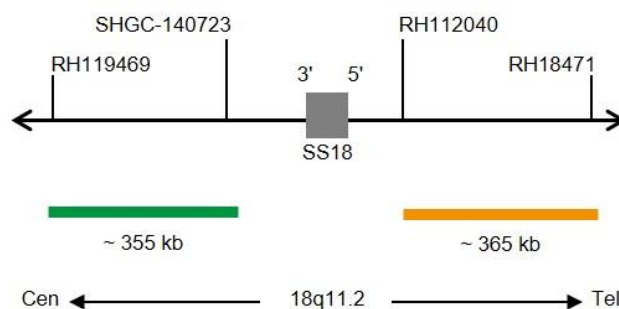

Fig. 1: SPEC SS18 Mapa de la sonda (no está a escala)
- Polinucleótidos marcados en verde (excitación a 503 nm/emisión a 528 nm) ZyGreen (~10 ng/μl), dirigidos a secuencias localizadas en 18q11.2* (chr18:23,109,942-23,466,217) proximales a la región del punto de ruptura de SS18 (ver Fig. 1).
- Polinucleótidos marcados en naranja (excitación a 547 nm/emisión a 572 nm) ZyOrange (~4,5 ng/μl), dirigidos a secuencias localizadas en 18q11.2* (chr18:23,772,255-24,137,169) distales a la región del punto de ruptura de SS18 (ver Fig. 1).